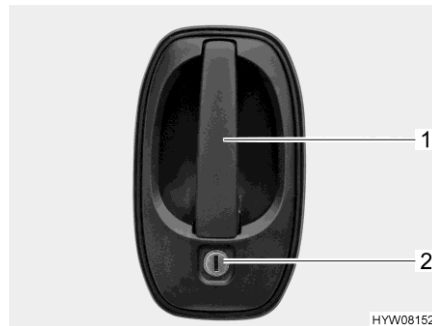

Fig. 33 Serratura della porta (porta conducente/porta del vano abitabile, lato esterno)
- Inserire la chiave nel cilindro della serratura (Fig. 33,2) e ruotare fino a quando la serratura della porta si sblocca.
- Tirare la maniglia della porta (Fig. 33,1). La porta è aperta.
- Inserire la chiave nel cilindro della serratura (Fig. 33,2) e ruotare fino a quando la serratura della porta si blocca.